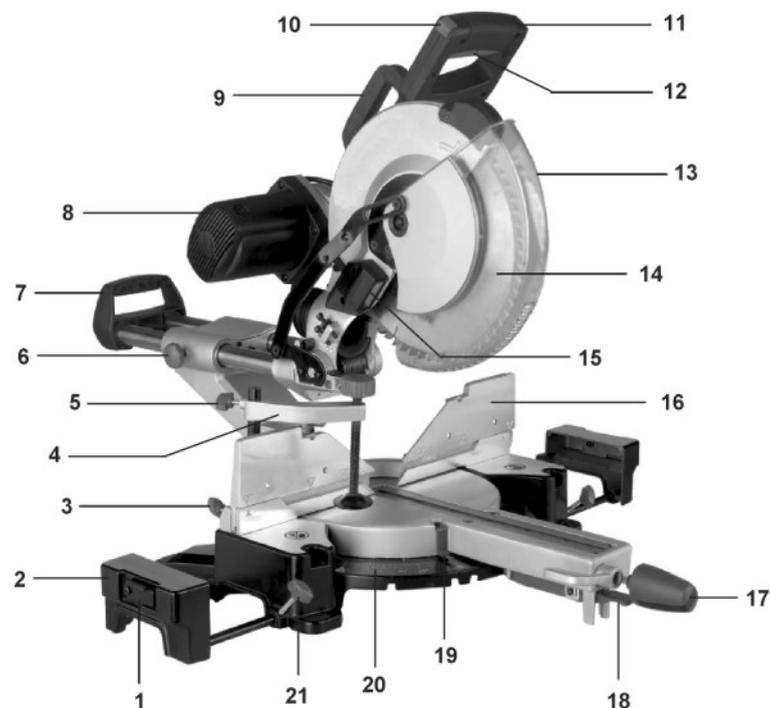
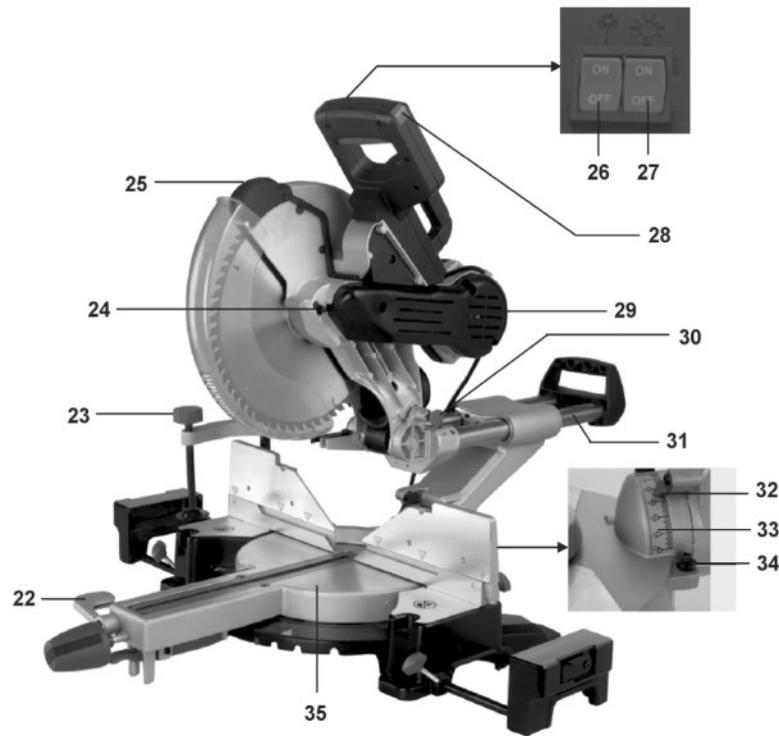

Рис. 1
Рис. 2
Установите заготовку, прижмите ее к упору (16) (Рис. 1) и закрепите струбциной (4) (Рис. 1). Ослабьте винт фиксации направляющей (6). Переведите пилу в крайнее переднее положение. Включите пилу клавишей пуска (12) и дождитесь максимальных оборотов вращения пильного диска. Прилагая усилие в плоскости вращения пильного диска, нажимайте на рукоятку (11), медленно и равномерно опускайте пильный диск на заготовку, и движением от себя выполните пиление.
Пила позволяет производить поперечное пиление под углом 90° и косое пиление до 45° влево и вправо. Для выполнения косого пиления необходимо установить на необходимый угол поворотный стол (35) за рукоятку (17), удерживая фиксатор (18) (Рис. 1). Положение зафиксируйте вращением рукоятки (17). Включите пилу клавишей пуска (12) и дождитесь, пока пильный диск наберет максимальные обороты. Нажимайте на рукоятку (11), опустите ее до нижнего положения. После окончания пиления выключите пилу и дождитесь ПОЛНОЙ ОСТАНОВКИ ПИЛЬНОГО ДИСКА перед тем, как вернуть пилу в верхнее положение.
С помощью пилы можно пилить с наклоном под углом от -45° до 45°. Отпустите ручку фиксации угла наклона (22) (Рис. 2) и установите заданный угол наклона по шкале. Для сохранения установленного угла наклона закрепите ручку фиксации угла наклона (22). Зажмите заготовку струбциной (4) (Рис. 1). Включите пилу клавишей пуска (12) и дождитесь, пока пильный диск наберет максимальные обороты. Нажимайте на рукоятку (11), опустите ее до нижнего положения. После окончания пиления выключите пилу и дождитесь ПОЛНОЙ ОСТАНОВКИ ПИЛЬНОГО ДИСКА перед тем, как вернуть пилу в верхнее положение.
Рычагом (22) разблокируйте поворот диска. Для регулировки положения 45° установите пильный диск 14 (Рис. 1) по угольнику (не комплектуется) относительно стола на угол 45°. Вращая винт (46) отрегулируйте положение 45°.
### 6.1. Сборка (Рис. 1)
### 6.2. Приведение пилы в верхнее положение (Рис. 1, 2)
### 6.3. Транспортировка (Рис. 1, 2)
### 6.5. Установка поворотного стола в положение 0° (Рис. 1, 2)
Пила оснащена пильным диском (4) (305x2,8x30мм) (Рис. 1).
Нажмите и удерживайте кнопку блокировки шпинделя (24) (Рис. 2), проворачивая пильный диск (14) зафиксируйте его.
Лазер (25) (Рис. 2) легко включать и выключать: для этого нажимайте на выключатель (26) (Рис. 2), расположенный на рукоятке пилы. Перед первым
Подсветку рабочей зоны (15) (Рис. 1) легко включать и выключать: для этого нажимайте на выключатель (27) (Рис. 2), расположенный на рукоятке пилы.